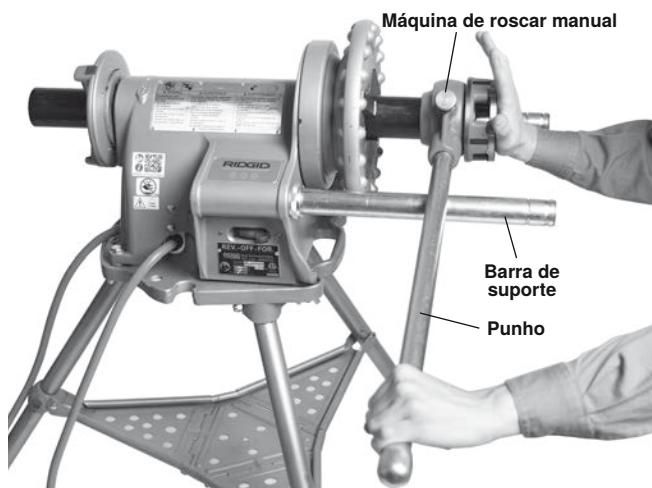

Figura 17 – Empurrar o roscador manual no tubo para encaixar as tarrazas
Coloque a cabeça de roscar sobre a extremidade do tubo como ilustrado na *figura 17*. Apoie o cabo do roscador na barra de suporte do lado do interruptor. Segure a extremidade do cabo do roscador com a mão esquerda. Para evitar entalamento, não coloque a mão ou os dedos entre o cabo do roscador e a barra de suporte. Mantenha o cabo em contacto com a barra de suporte. Aplique óleo na extremidade do tubo e nas tarrazas.
2. Com a palma da mão direita, empurrar contra a placa de cobertura da cabeça de roscar, mantendo a cabeça de roscar contra a extremidade do tubo (*figura 17*). Pressione o interruptor de pedal. Não use luvas, joias, ou um pano ao pressionar a placa de cobertura – isto aumenta o risco de emaranhamento e ferimentos. Mantenha a mão afastada do tubo em rotação. Assim que as tarrazas se encaixarem, as roscas são cortadas à medida que as tarrazas avançam para a extremidade do tubo.